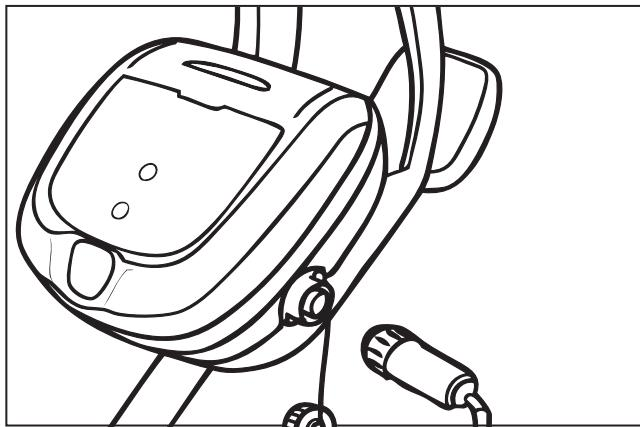

Figure 19. Débranchement
3. Débranchez l'alimentation électrique du nettoyeur à l'unité de commande (Figure 19).